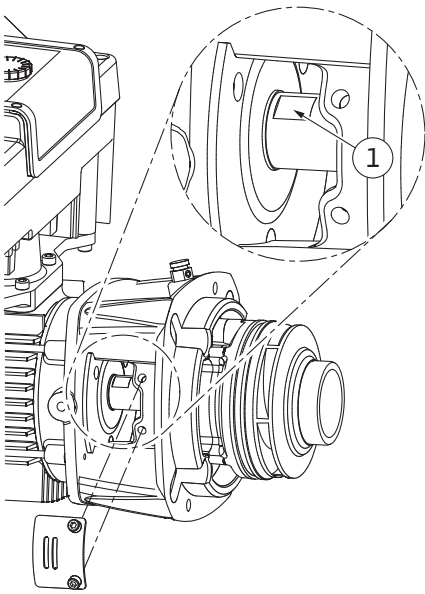

Fig. 105: Avainpinnat akselilla
14. Vie kiintoavain (avainväli 22 mm) tiivistelaipan ikkunan sisään ja pidä akselista kiinni avainpintojen välistä (Fig. 105, pos. 1). Irrota juoksupyörän mutteri (Fig. I, pos. 22). Juoksupyörä (Fig. I, pos. 21) irtoaa automaattisesti akselilta.
15. Irrota säätölevy (Fig. I, pos. 20).
3. Vie kiintoavain (avainväli 22 mm) tiivistelaipan ikkunan sisään ja pidä akselista kiinni avainpintojen välistä (Fig. 105, pos. 1).
10. Vie kiintoavain (avainväli 32 mm) tiivistelaipan ikkunan sisään (Fig. IV, pos. 38) ja pidä akselista kiinni avainpintojen välistä (Fig. 105, pos. 1). Asenna juoksupyörä aluslevy(je)n ja mutterin avulla. Kiristä mutteri. Varo vaurioittamasta liukurengastiivistettä asettamalla se väärään kulmaan.
11. Puhdista tiivistelaipan ura ja aseta uusi O-renkas (Fig. III, pos. 19) paikalleen.